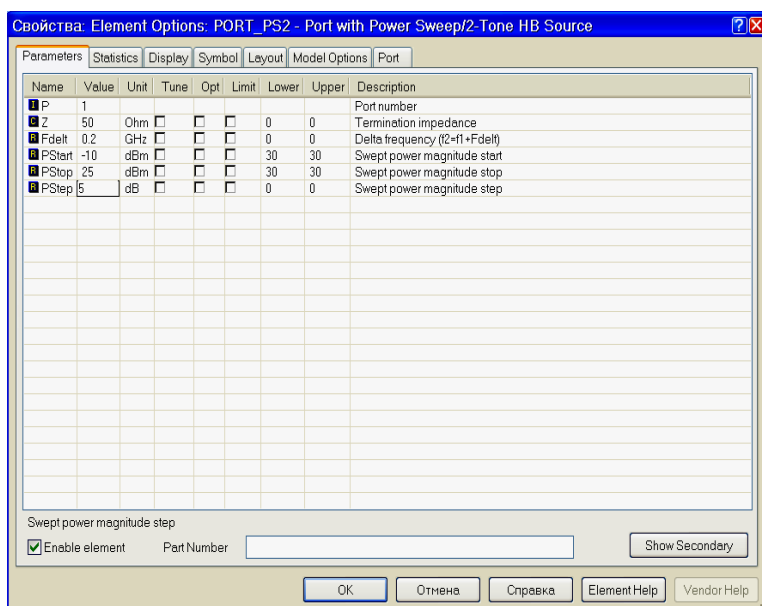

Рис. 4.29
4. Откройте вкладку **Parameters**. В поле **Fdelt** введите **0.2**, в поле **Pstart** введите **-10**, в поле **Pstop** введите **25**, в поле **Pstep** введите **5**, как показано на рис. 4.29. Затем нажмите **OK**.